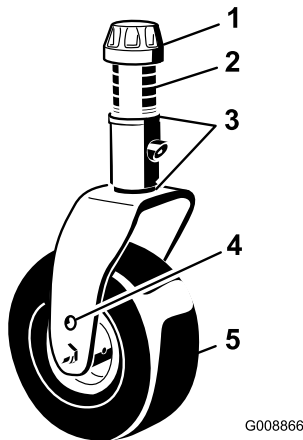

Bild 77
- Entfernen Sie die Spannkappe von der Spindelwelle und ziehen die Spindel aus dem Laufradarm heraus (Bild 77). Stecken Sie die Beilagscheiben nach Bedarf um, um das Laufrad anzuheben oder abzusenken, bis das Mähwerk die korrekte Neigung erhalten hat.